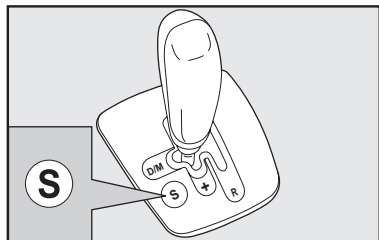

fig. 12
A inserção da função Sport é feita por meio do botão (S), localizado ao lado da alavanca de mudanças do sistema Duallogic® fig. 12.